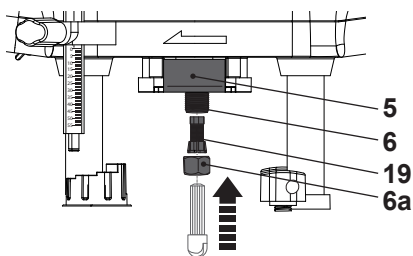

Fig. 4
**NOTĂ:** Manșoanele de fixare sunt disponibile pentru vârfurile de frezare cu dimensiuni diferite ale arborilor. Selectați un manșon de fixare adecvat (19) în conformitate cu vârful de frezare. Inspectați manșonul de fixare la intervale regulate cu privire la deteriorare și uzură. Înlocuiți-l cu unul nou de același tip, dacă este necesar.
- > Verificați dacă manșonul montat (19) este adecvat pentru vârful de frezare dorit, dacă nu, îndepărtați piulița de fixare (6a) și manșonul de fixare (19) din prindere (6). Introduceți un manșon de fixare (19) adecvat și montați piulița de fixare la loc (6a) (Fig. 4).
- > Introduceți vârful de frezare în manșonul de fixare (19) cel puțin până la marcajul 'K' de pe arbore (acolo unde este marcat), în caz contrar 20 mm în manșonul de fixare (19) (Fig. 4).